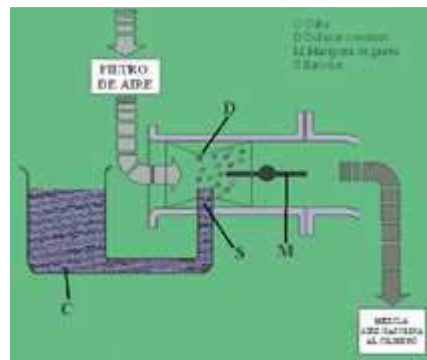

Fig. 10
**Elementos básicos de un carburador elemental (fig. 10)**
**Cuba (C)**